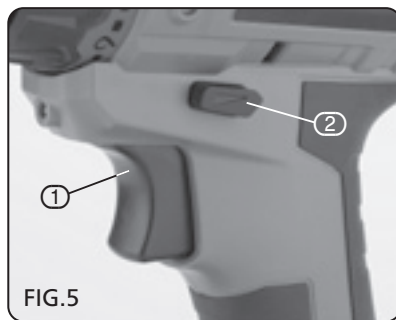

FIG.5
8.5 FORWARD/REVERSE SELECTOR – FIG. 5
8.6 VARIABLE SPEED TRIGGER – FIG. 5